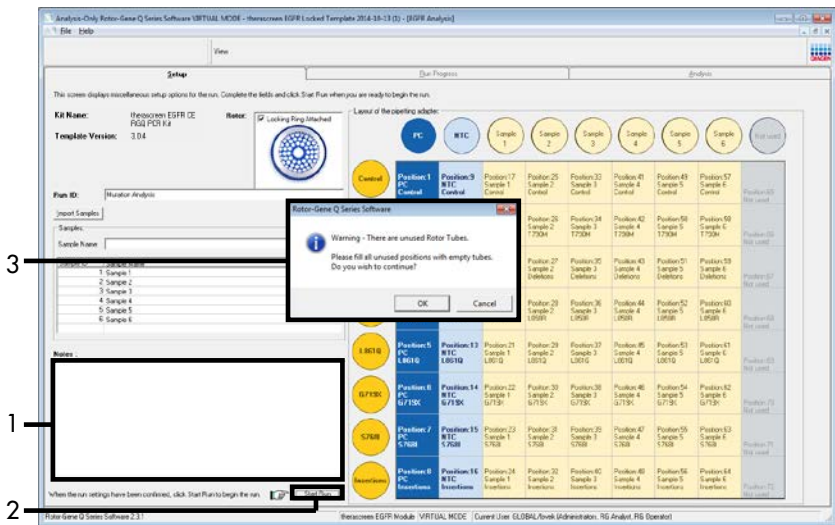

Figura 14. Campo “Notes” (Notas; 1), botón “Start Run” (Inicie la serie; 2) y mensaje “Warning” (Advertencia) sobre las posiciones sin utilizar del rotor (3).
16. Cuando haya terminado de introducir todos los nombres de las muestras, compruebe que sean correctos. Si es necesario, añada cualquier información adicional en el campo Notes (Notas) y, a continuación, haga clic en Start Run (Iniciar la serie) (figura 14).
Nota: Si queda alguna posición del rotor sin utilizar, aparecerá un mensaje de “Warning” (Advertencia) (figura 14) para recordar al usuario que deben ocuparse todas las posiciones sin utilizar del rotor con tubos vacíos tapados. Compruebe que todas las posiciones sin utilizar del rotor contengan un tubo vacío tapado y haga clic en OK (Aceptar) para continuar.